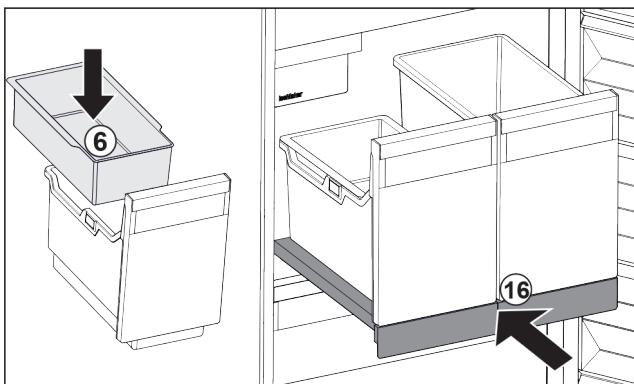

Fig. 36
- Vsadte závěsnou misku Fig. 36 (6) pro kostky ledu.
- Zasuňte vysouvací příhrádku s nádobou (IceTower). Fig. 36 (16)